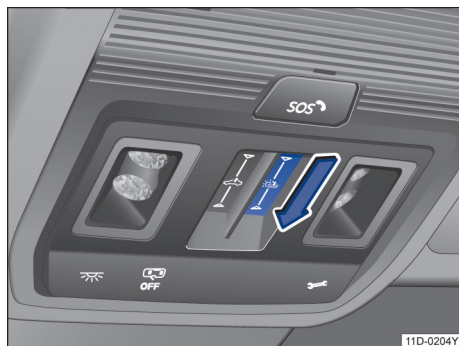

图 87 在顶篷中：关闭遮阳卷帘
- 自动运行：通过向前滑动功能按键  →图 87。通过点击功能按键中断自动运行。
- 如果遮阳卷帘仍无法关闭，在 5 秒内向前滑动功能按键并保持住→图 87，直至遮阳卷帘完全关闭。